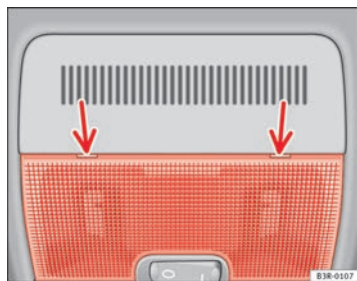

Fig. 83 Detalle del revestimiento del techo: Punto de aplicación del destornillador
- Coloque con cuidado la parte plana del destornillador (herramientas de a bordo) en la parte trasera del cristal de la lámpara ⇒ fig. 83.